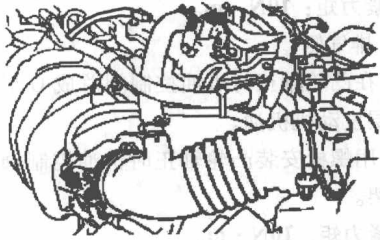

图 1-9 拆下空气滤清器盖分总成
3) 断开箍带和通风软管，并拆下空气滤清器盖分总成，见图 1-9。